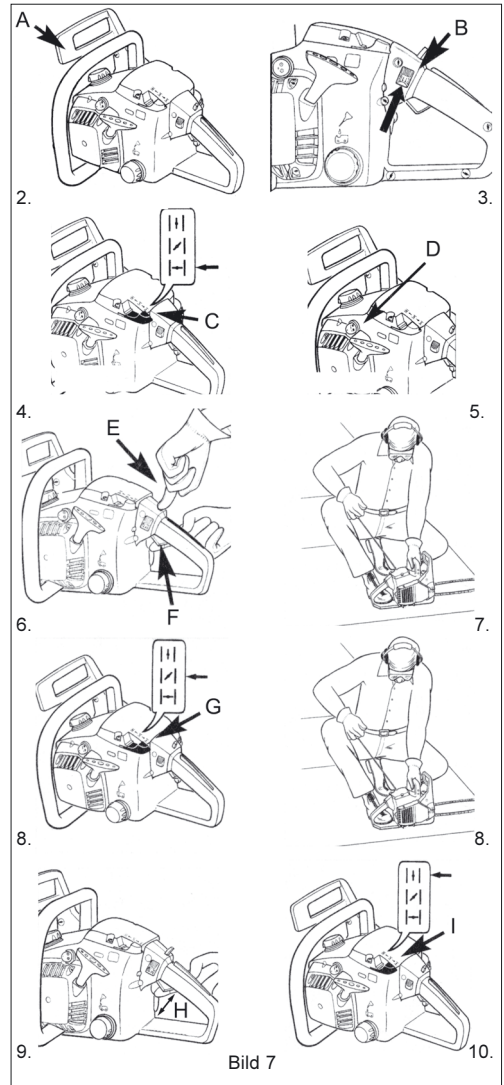

Bild 7
Kalten Motor starten (Bild 7)
Ein warmer Motor wird ohne Choke, das heißt ohne geöffnete Drosselklappe gestartet. Verfahren Sie wie beim Start eines kalten Motors, jedoch in der Startposition Halb |↗| (siehe Bild 7).
1. Lassen Sie den Gashebel los (H, Bild 7).
2. Schalten Sie die Zündung aus, indem Sie den roten Stoppschalter nach unten auf „Stop“ schieben (B, Bild 7).